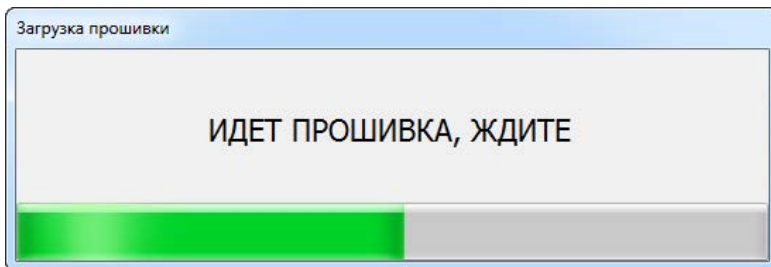

Рисунок 8. Обновление ФПО станции
5. Начнется процесс обновления ФПО станции (рис. 8). Дождитесь окончания процесса обновления - окно с прогрессом обновления автоматически закроется, и станция будет отключена от программы настройки.